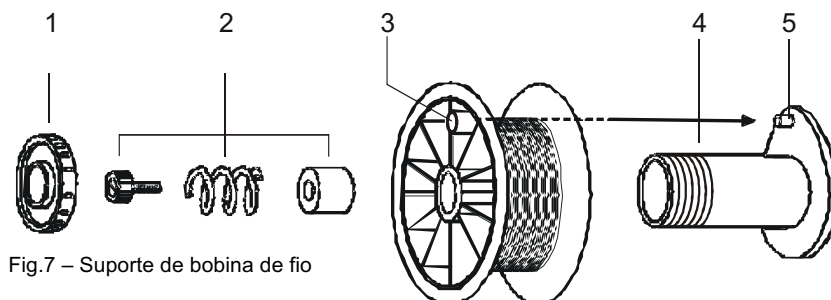

Fig.7 – Suporte de bobina de fio
- Para aplicar a bobina sobre o desenrolador, desapertar a porca de sujeição (1-fig.7) e colocar a bobina de fio verificando se o orifício da bobina (3-fig.7) se aloja no pino (5-fig.7) do desenrolador (4-fig.7) para que o sistema de travagem (2-fig.7) se mantenha operativo. Depois de colocada a bobina apertar a porca de sujeição (1-fig.7).
- Seguidamente, deve regular-se o sistema de travagem da bobina ajustando o parafuso de regulação de travagem (2-fig.7) até se verificar que a bobina pára sem deslizamentos ao mesmo tempo que o motor-redutor.